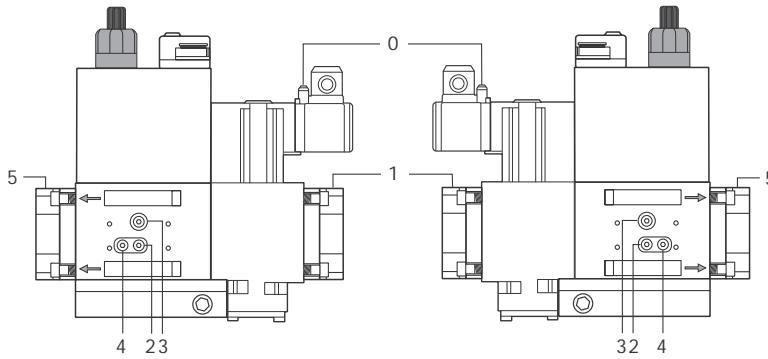
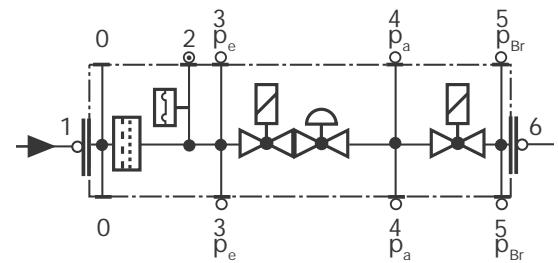

Fig. 36
Fig. 37
- 1 togliere il coperchio svitando le viti di bloccaggio (A);
- 2 smontare la cartuccia filtrante (B), pulirla con acqua e sapone, soffiarla con aria compressa (o sostituirla se necessario)
- 4 facendo attenzione che l'o-Ring sia sistemato nell'apposita cava (C), richiudere il coperchio bloccandolo con le apposite viti (A).
- Pulire o sostituire il filtro se la differenza di pressione fra i punti 1 e 2 (Fig. 36-Fig. 37) $\Delta p > 10$ mbar.